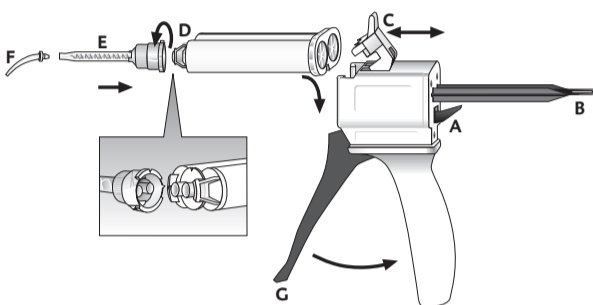

图 1
1. 上推Automix Dispenser后方的杆[图1,A处],然后完全拉回滑片[图1,B处]。
2. 提起塑料杆[图1,C处],插入弹药筒,并拨动塑料杆[图1,C处]锁定。
1. 逆时针旋转90°揭开弹药筒盖帽[图1,D处]或已使用的混合头,丢弃。
2. 安装新的混合头[图1,E处]。
安装Intraoral Tip [图1,F处]。
- 拉动Automix Dispenser上的触发器[图 1, G 处],材料便在混合头中混合,可直接用于临床。
1. 上推Automix Dispenser后方的杆[图1,A处],然后完全拉回滑片[图 1, B 处]。
2. 提起塑料杆[图1,C处],取出弹药筒。